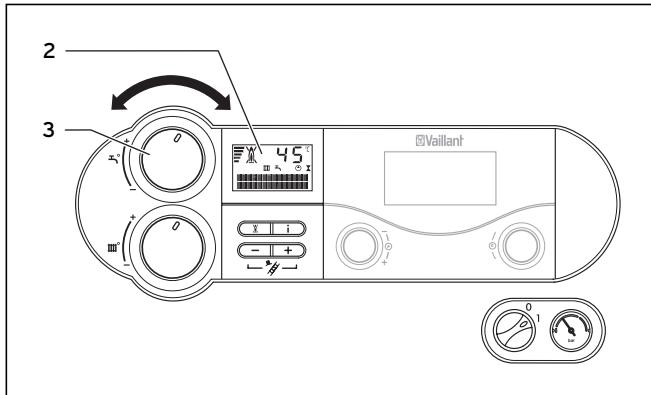

Abb. 4.7 Einstellung der Warmwassertemperatur (hier abgebildet: atmoTEC/turboTEC exclusiv)
Beim Einstellen der gewünschten Temperatur wird der jeweils zugehörige Sollwert im Display (2) angezeigt (siehe Abb. 4.7). Nach ca. fünf Sekunden erlischt diese Anzeige und im Display erscheint wieder die Standardanzeige (aktuelle Vorlauftemperatur der Heizungsanlage).
Bei einer Wasserhärte von mehr als 20 °dH stellen Sie bitte den Drehknopf (3) in Abb. 4.7 maximal in die Mittelstellung.